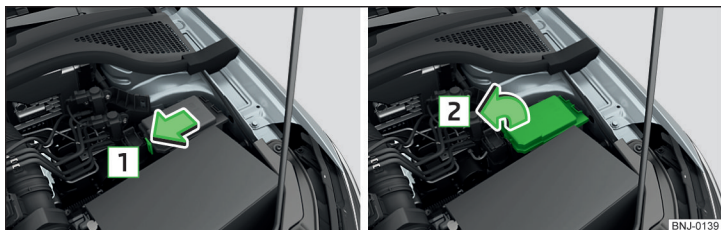

Fig. 201 Rimuovere il coperchio
- Premere il tasto di bloccaggio del coperchio nella direzione indicata dalla freccia **1** » fig. 201.